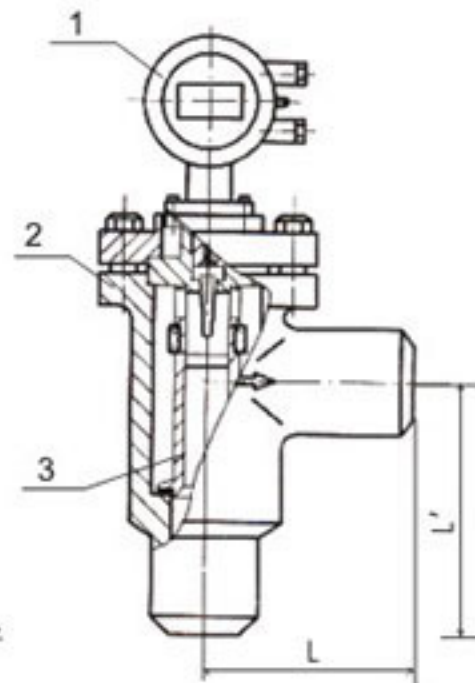

图5 直角插入焊接式结构图
8.3 焊接式流量计（图5）在与管道安装焊接时，要事先进行拆卸并取出表芯子、表头、橡胶密封圈等零部件，以避免电焊产生高温损坏仪表的这些零部件。